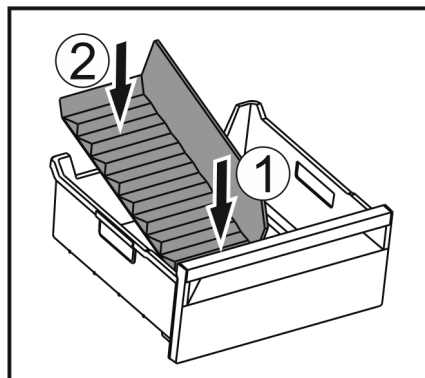

Fig. 100
- ▶ Vložte prednú časť oddelovača zásuvky na ľad. Fig. 100 (1)
- ▶ Spustíte zadnú časť oddelovača zásuvky na ľad až na dno zásuvky. Fig. 100 (2)